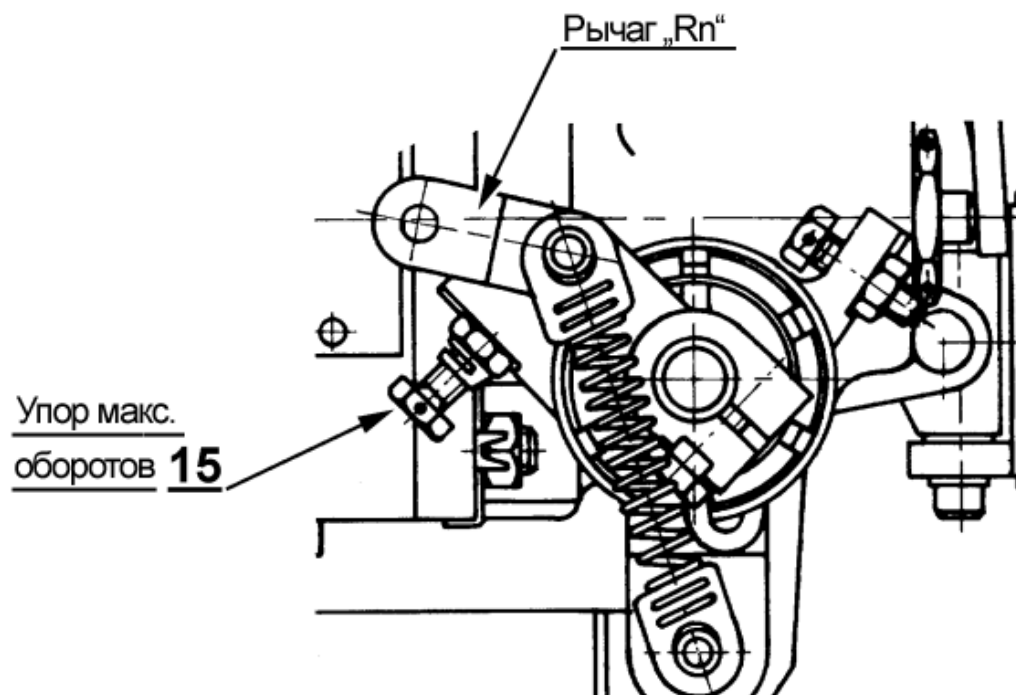

Рисунок 11-29 Регулировка упора максимальных оборотов
- c) Снимите упор [15] - Рисунок 11-29.